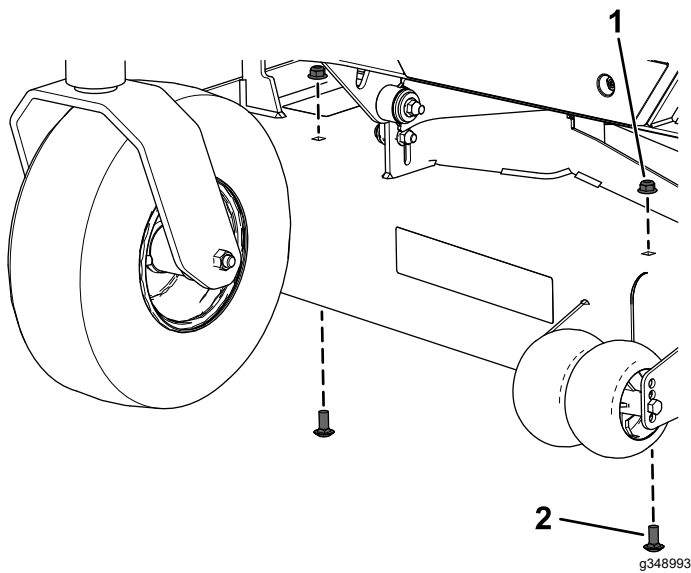

Bild 3
- Entfernen Sie die beiden Schlosssschrauben und Sicherungsmuttern an der Vorderseite des Mähwerks (**Bild 3**).